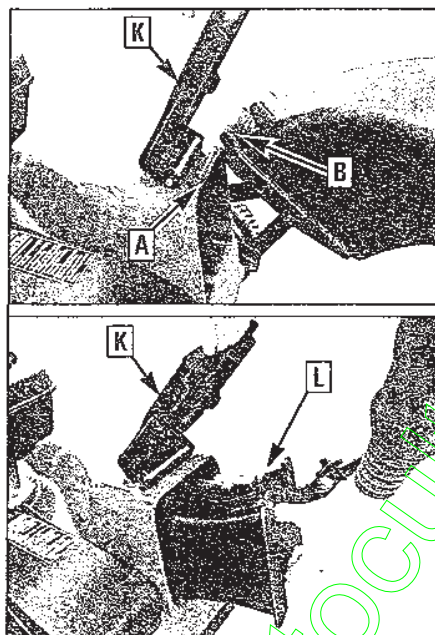

Figure 4-1: Système Bolens® Rapid Attach™.
Le Système Rapid Attach (Figure 4-1) est intégré au capot de la tondeuse afin que vous puissiez installer et retirer rapidement et facilement le bac de ramassage, l'embout d'évacuation latérale et l'embout de hachage. Le bac de ramassage et l'embout d'évacuation latérale utilisent tous deux le même système. Ce système comprend une patte allongée (A, Figure 4-1) située en haut de l'orifice d'évacuation et un réceptacle (B) intégré à la partie supérieure de la porte du bac de ramassage et de l'embout d'évacuation latérale.
La fixation de l'embout de hachage est tout aussi facile. Maintenez la protection de l'orifice d'évacuation ouverte (K, Figure 4-1) et insérez l'embout (L), le mot "TOP" (HAUT) vers le haut, dans l'orifice d'évacuation.
2. Ouvrez la protection de l'orifice d'évacuation en la soulevant (K, Figure 4-1).
2. Soulevez la protection de l'orifice d'évacuation pour l'ouvrir (K, Figure 4-1) et abaissez l'ouverture de l'embout d'évacuation latérale (B, Figure 4-1) sur la patte de l'orifice d'évacuation (A). Assurez-vous que la patte est complètement recouverte.
1. Lorsque le moteur et la lame sont arrêtés, soulevez la protection de l'orifice d'évacuation pour l'ouvrir (K, Figure 4-1).